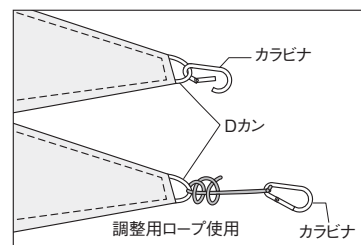

図1
- ①タープ本体を平らな場所に広げます。
- ②Dカンにカラビナを繋ぎます。(図1)